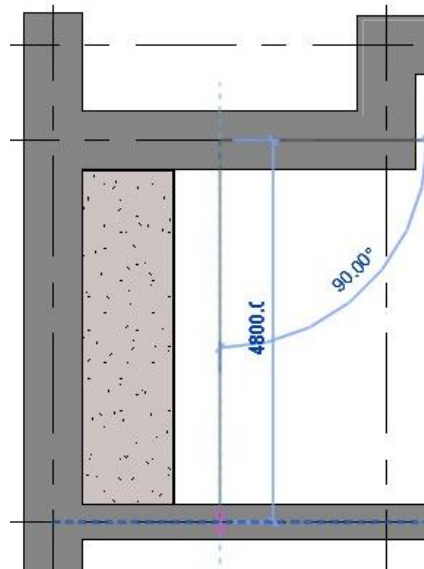

Рис. 2.26. Спосіб вказання серединної лінії розташування плити
- вкажіть серединну лінію розташування плити, рис. 2.26;